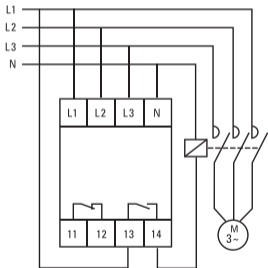

Рис. 4 Схема подключения реле
2. Проведите электромонтаж реле согласно схеме подключения (рис. 4).